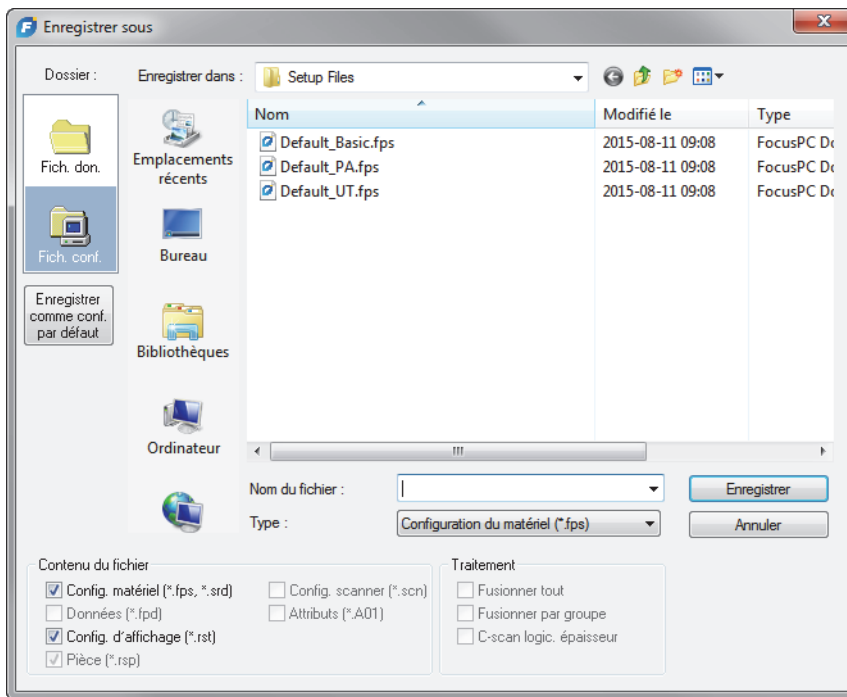

Figure 4-38 Boîte de dialogue Enregistrer sous
2. Dans la boîte de dialogue **Enregistrer sous** qui apparaît (Figure 4-38 à la page 142), faites ce qui suit :